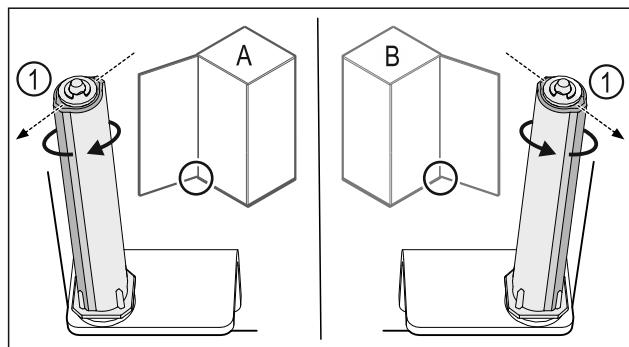

Fig. 45 Levý doraz (A) / pravý doraz (B)
- ▶ Otáčejte uzavíracím systémem proti odporu, dokud nebude lamela uzavíracího systému Fig. 45 (1) ukazovat směrem ven.